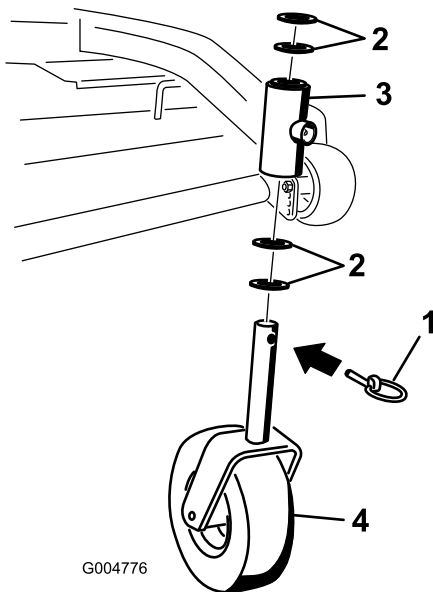

Figure 34
2. Enlevez la goupille de sécurité et la ou les entretoise(s) du haut de la chape de la roue pivotante (Figure 34).
- Vérifiez l'usure de la chape de la roue pivotante et remplacez-la le cas échéant (Figure 34).
- Insérez la chape dans les bagues à l'intérieur du tube de montage. Remplacez la ou les entretoise(s) sur la chape et fixez-les avec la bague de retenue (Figure 34).